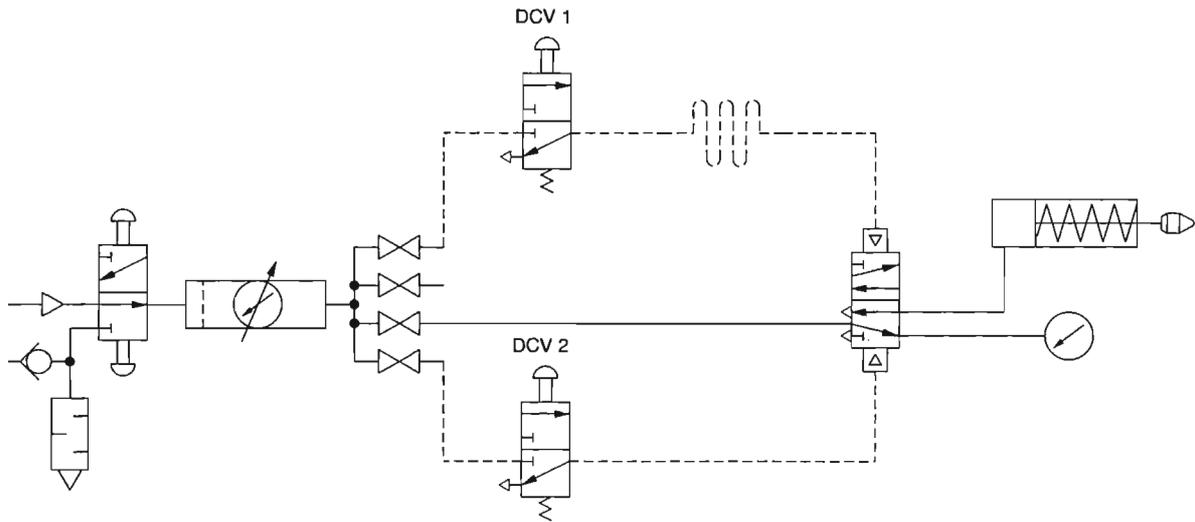

Figura 4-6. Diagrama esquemático de un circuito de control indirecto.
- 14. Modifique su circuito como se muestra en la Figura 4-6.
- 16. Presione el botón de la válvula de control direccional DCV2 para colocar el carrete de la válvula accionada por piloto como se ilustra en la Figura 4-6. El vástago del pistón debe estar retraído.